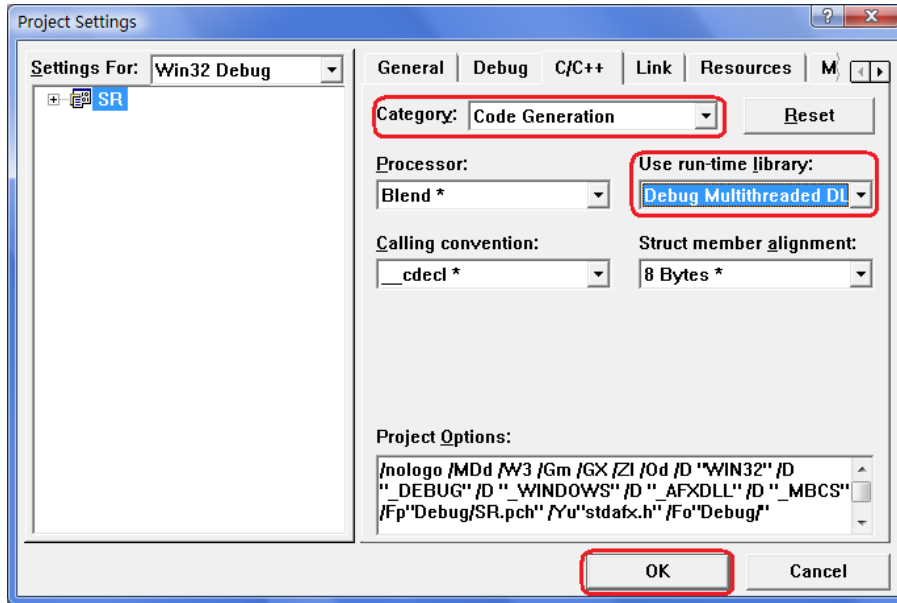

图 4-1-1
2. 打开Project->Settings中的[C/C++]选项卡，在Category框中选择Code Generation，在Use run-time library框中选择Debug Multithreaded DLL。点OK关闭对话框。如图4-1-1所示。